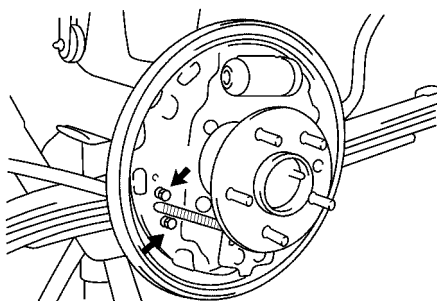

图 14-113 拆下停车制动器钢索
(1) 拆下后车轮。
(2) 拆下制动鼓。
(3) 拆下后制动蹄。
(4) 拆下停车制动器钢索。从后板上拆下 2 个螺栓和停车制动器钢索，如图 14-113 所示。